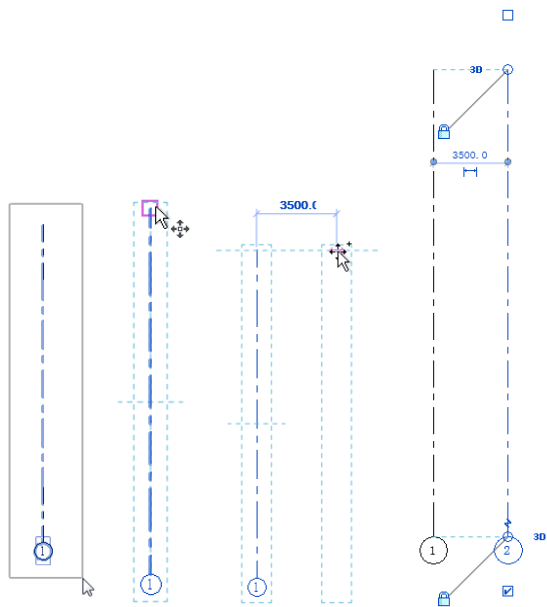

图 4-27 复制轴线
(4) 继续绘制其他轴线,也可以单击“修改”面板中的“复制”按钮,框选步骤(3)绘制的轴线,然后按 Enter 键,指定起点,移动鼠标指针到适当位置,单击鼠标左键确定终点,如图 4-27 所示。也可以直接输入尺寸值,确定两轴线之间的间距。